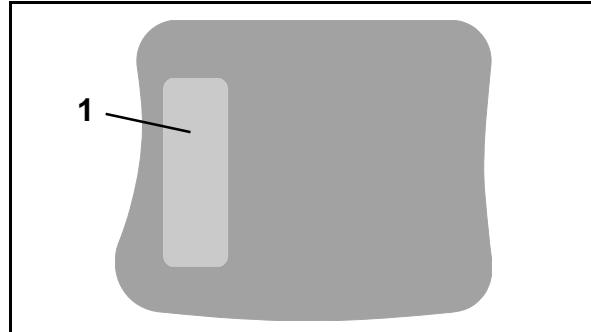

Рис. 10
На обратной стороне устройства находится клавиша верхнего регистра Shift (Рис. 10/1).
**Активизируется клавиша верхнего регистра Shift (Рис. 10/1) только в меню «Работа» и в меню «Задание»!**